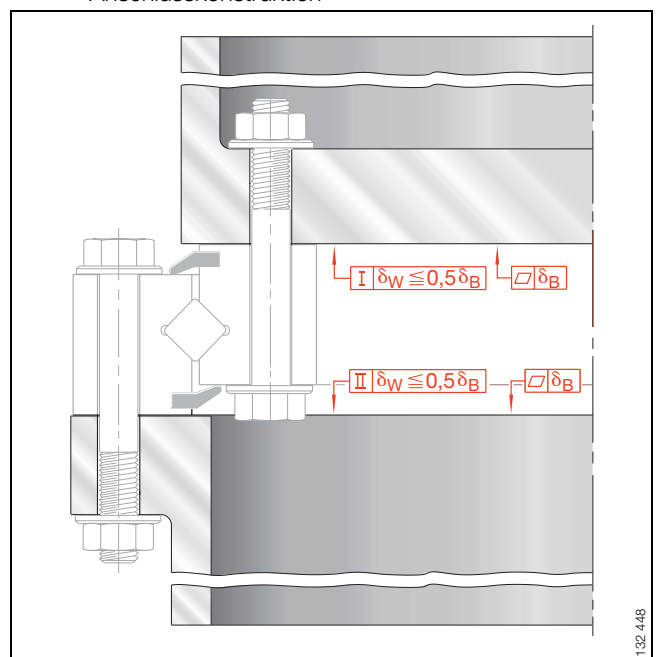

Bild 10 · Zulässige Ebenheitsabweichung
- die Ebenheitsabweichung darf den zulässigen Wert δ_B nicht überschreiten (Bild 10)
- die Rechtwinkligkeitsabweichung darf den zulässigen Wert δ_W nicht überschreiten (Bild 10).
Zulässige Ebenheitsabweichung (Bild 10)
Zulässige Rechtwinkligkeitsabweichung (Bild 10)